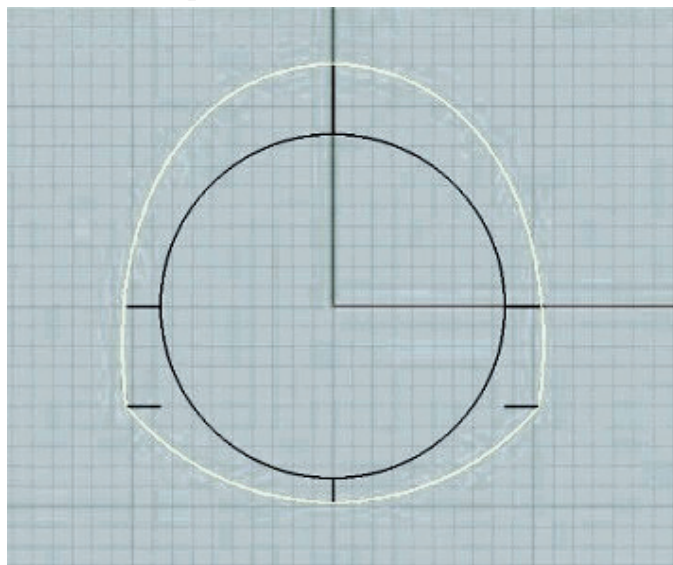

Рис. 71. Отзеркаленная арка и объединение двух копий
6. С помощью Mirror (зеркало) копируем вторую часть, объединяем их командой Join (рис. 71).